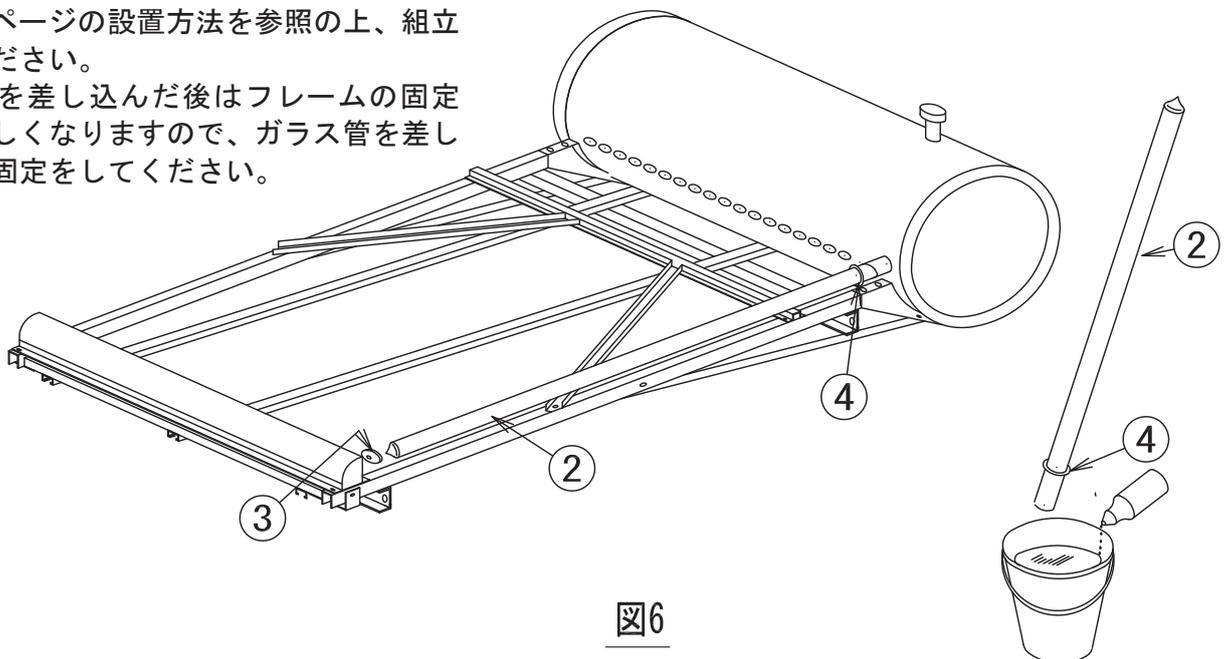

図6
- 図6 ボトムジョイントフレーム⑧に真空管サポート③を取付けます。
- 架台がしっかり固定されましたら、貯湯タンク①にガラス管⑤を差込みます。(7 ページ図 6 参照)